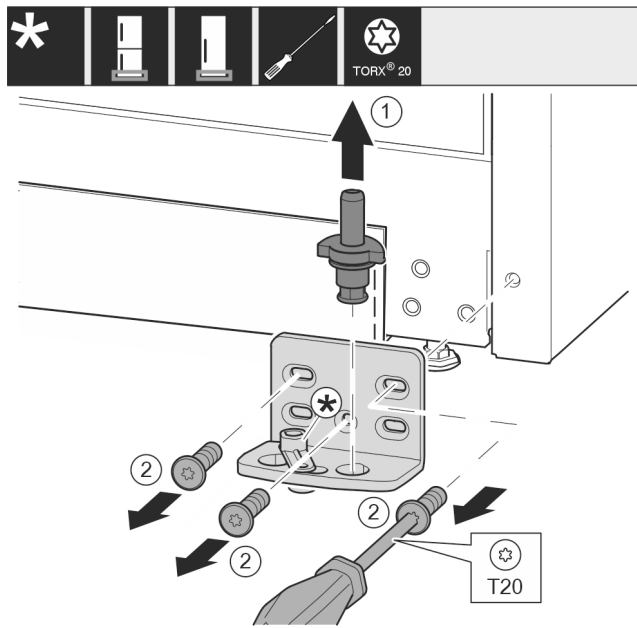

Fig. 9
- ▶ Ložiskový čep celý vytáhněte nahoru. Fig. 9 (1)
- ▶ Šroubovákem T20 vyšroubujte šrouby a odeberte stojan ložiska. Fig. 9 (2)